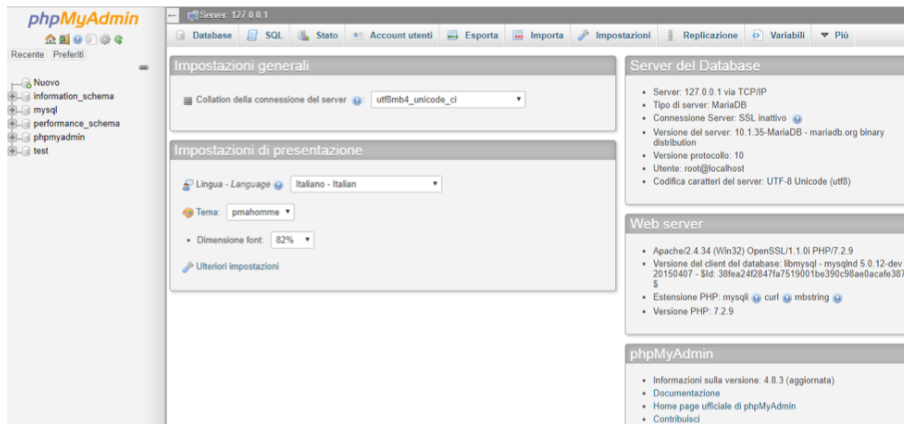

Figura 1.8: Interfaccia di phpMyAdmin
Nella schermata in Figura 1.7, cliccare su **phpMyAdmin**, in alto a destra, al fine di accedere alla gestione del database (Figura 1.8).
- Nella maschera in Figura 1.8, selezionare, nella barra dei menù in alto, la voce **Importa**. In questo modo si accede alla schermata in Figura 1.9, dalla quale è possibile, cliccando su **Scegli file**, importare un file **.sql** con il database.